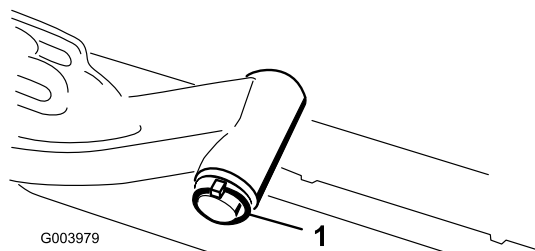

Рисунок 8
- А. Снимите шплинт и шайбу, которые крепят вал оси поворота подъемного рычага к подъемному рычагу, и снимите вал оси поворота с подъемного рычага (Рисунок 8).
- С. Вставьте вал подъемного рычага в подъемный рычаг и зафиксируйте шайбой и шплинтом (Рисунок 8).